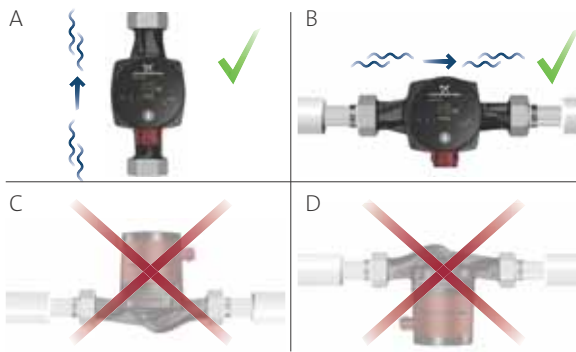

Fig. 2 Pumpeposisjoner
- Pumpe montert riktig i et vertikalt rør. Se fig. 2 (A).
- Pumpe montert riktig i et horisontalt rør. Se fig. 2 (B).
- Ikke monter pumpen med motorakselen vertikalt. Se fig. 2 (C og D).